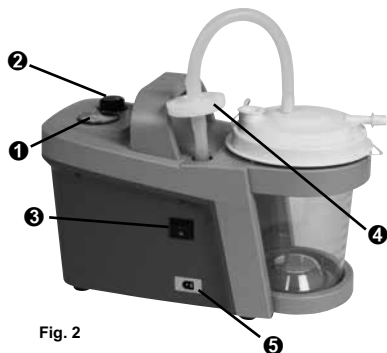
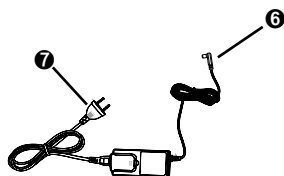
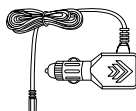

Fig. 2
Fig. 3
Fig. 3a
Collegare il cavo a bassa tensione dell'alimentatore (Fig. 3, ❹) alla presa di collegamento a bassa tensione dell'apparecchio (Fig. 2, ❺). Inserire il connettore di rete dell'alimentatore (Fig. 3, ❸) nella presa a parete.
Collegare la presa di collegamento a bassa tensione dell'apparecchio (Fig. 2, ❺) alla presa accendisigari del veicolo. A tale scopo utilizzare lo speciale cavo di collegamento per veicolo (Fig. 3a).